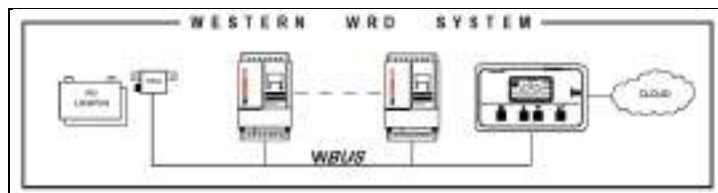

Fig. 3 Schema esemplificativo del WESTERN WRD SYSTEM
- 2) **Attesa (~30 sec.) fino a che sul display scompare l'animazione dentro l'icona di batteria (fig. 3 - indicatore corrente di ricarica)**